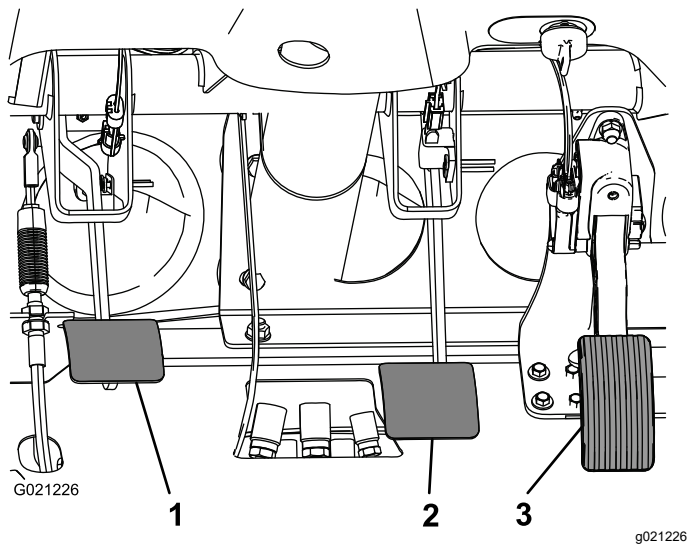

Bild 67
2. Heben Sie das Bremspedal an (Bild 67), bis es den Rahmen berührt.
3. Lösen Sie die Klemmmuttern, mit denen das Joch an der Hauptzylinderwelle befestigt ist (Bild 67).